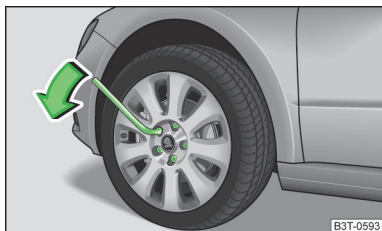

Fig. 177
- Prindeți cu mâna capătul cheii și rotiți șurubul aproximativ o rotație în sensul săgeții » fig. 177.
- Prindeți cheia de capăt și rotiți șurubul în sens opus săgeții » fig. 177, până când se strânge ferm.